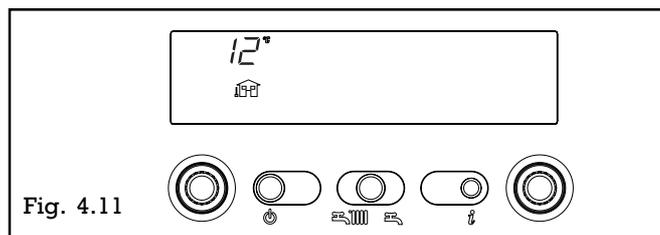

Fig. 4.11
**Info 1** affiche la température extérieure (ex. 12°C) uniquement si la sonde extérieure est branchée (fig. 4.11).